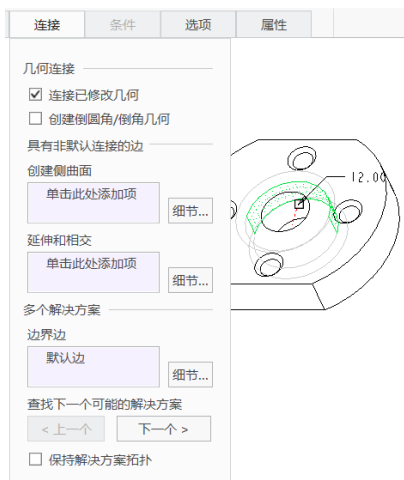

图 9-32 设置连接选项
⑤ 在“修改解析曲面”选项卡中打开“连接”面板，从中取消勾选“创建倒圆角/倒角几何”复选框，并确保勾选“连接已修改几何”复选框，如图 9-32 所示。